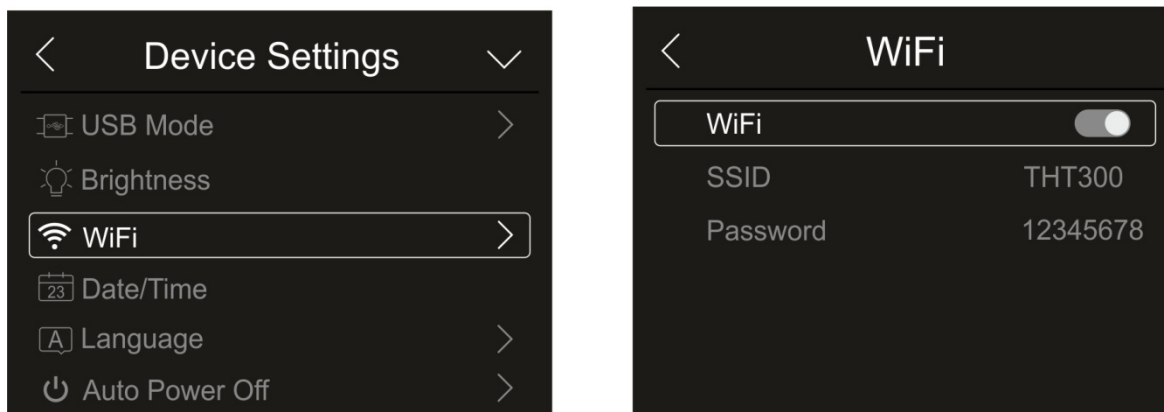

Fig. 14: Ativar ligação WiFi
1. Clique em “WiFi” para entrar na seção de ativação/desativação e personalização da ligação WiFi do instrumento. O ecrã da Fig. 14 – lado direito é exibido no dispositivo